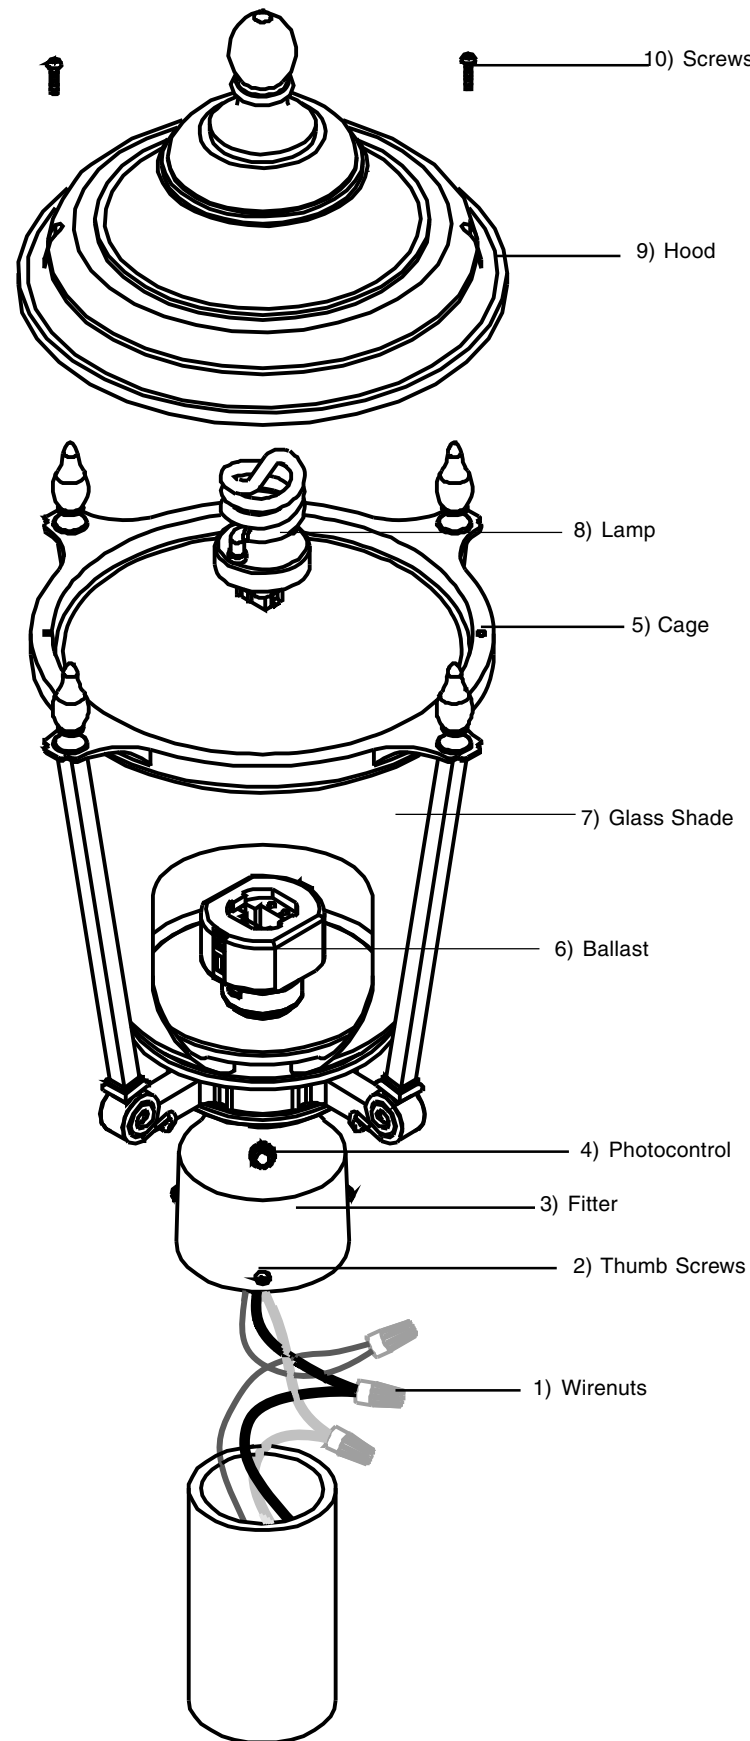

Figure 1
10. **Replacer la calotte (11) sur le dessus du luminaire et fixer à l'aide de deux vis (12). Voir la fig. 1.**
2. With the power turned off, hold the fixture firmly and connect the copper ground wire from the fixture to the bare copper power supply ground wire with a Wirenut (1). (If power supply wiring does not include a ground wire, consult your local electrical code for approved grounding methods). **See Fig. 1.**
3. Use Wirenuts (1) to connect black fixture wire to the black power supply wire and white fixture wire to the white power supply wire. **See Fig. 1.**
5. Loosen Thumb Screws (2) on Fitter (3). **See Fig. 1.**
6. Position the Fitter (3) over Post and secure fixture to Post by tightening three Thumb Screws (2).
7. Install Lamp by removing two Screws (10) from Cage (5) and lifting off the Hood (11).
8. Insert the Lamp (8) by aligning pins on lamp with holes in ballast and pushing lamp in. *Note: Do not twist lamp.*
10. Replace Hood (11) on top of fixture and secure with two Screws (12). **See Fig. 1.**
2. Con la electricidad apagada, sostenga el luminario firmemente y conecte el alambre de cobre de conexión a tierra del luminario al alambre de cobre descubierto de conexión a tierra de suministro de electricidad con un Capuchón de Alambres (1). (Si el alambrado de suministro de electricidad no incluye un alambre de conexión a tierra, consulte su código eléctrico local para métodos aprobados de conexión a tierra). **Vea Fig. 1.**
3. Use Capuchones de Alambres (1) para conectar el alambre negro del luminario al alambre negro de suministro de electricidad y el alambre blanco del luminario al alambre blanco de suministro de electricidad. **Vea Fig. 1.**
5. Suelte los Tornillos de Apriete Manual (2) en el Ajustador (3). **Vea Fig. 1.**
6. Coloque al Ajustador (3) sobre el Poste y asegure el luminario al Poste apretando los tres Tornillos de Apriete Manual (2).
7. Instale la Lámpara quitando los dos tornillos (1) de la Jaula (5) y levantando la Capota (11) para quitarla.
8. Inserte la Lámpara (8) alineando las clavijas en la lámpara con los agujeros en el balastro y empujando la lámpara hacia abajo. *Nota: No gire la lámpara.*
10. Reemplace la Capota (11) encima del luminario y asegure con dos Tornillos (12). **Vea Fig. 1.**